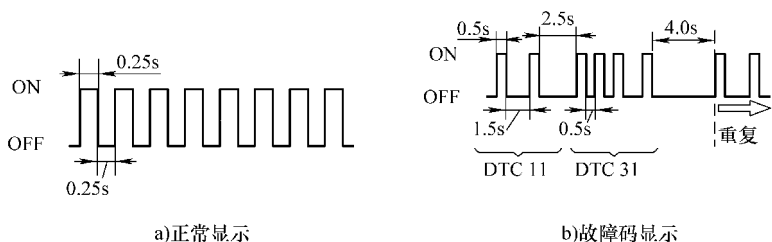

图 9-13 故障指示灯的闪烁
- 3) 根据仪表故障指示灯的闪烁读取故障码, 如图 9-13 所示。